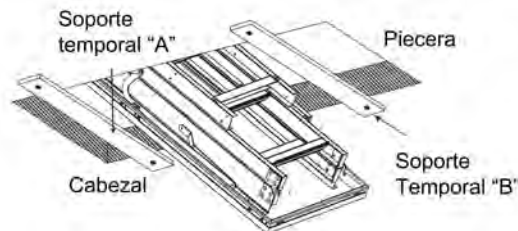

FIGURA 10 : COLOCACIÓN DE LA ESCALERA DE ÁTICO EN LA ABERTURA DE TECHO
H. Ambos instaladores necesitan trabajar juntos para posicionar la escalera de ático en los soportes temporales. Cuando el instalador #2 este en el ático y listo para asistir. El instalador #1 levantará la escalera de ático hasta la abertura. Ver **Figura 10**. No debe subirse a una escalera mientras sube la escalera de ático, o podría caerse. Si la altura de techo a piso o el peso de la escalera de ático dificultan o hace impráctico el levantamiento, asegure una cuerda a la escalera de ático después el instalador #2 puede ayudar jalando la cuerda para subir la escalera de ático hacia la abertura del techo y colocarla sobre los soportes temporales.